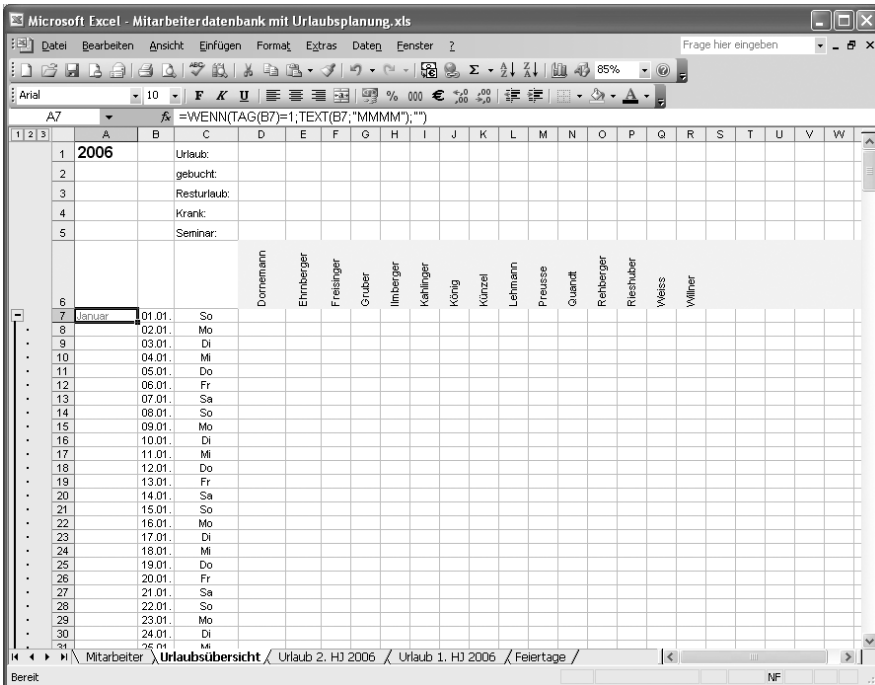

Abbildung 7.11 Die Datumszeilen der Urlaubsliste sind angelegt
- 6 Gruppieren Sie so auch die übrigen Datumswerte, so dass mit einem Klick auf die Ebenennummer 1 nur die Monatsersten sichtbar sind (siehe Abbildung 7.11).